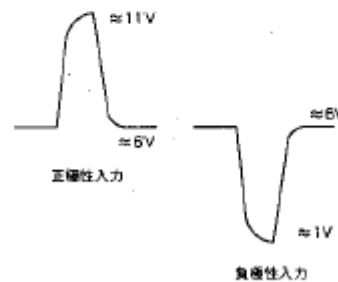

図5
規格値以外での使用の場合には、端子③, ④のフィルタをはずして波形を観測し図5であることを確認すること。